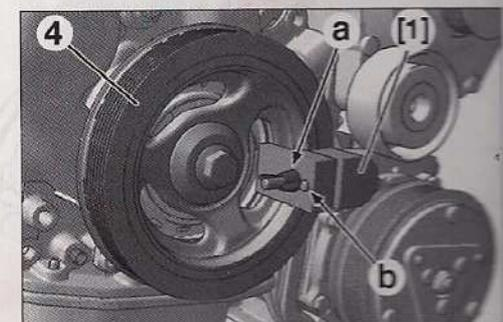

FIG. 13
- Colocar el útil [1] (Fig.13) en la polea (4).
- Procurar que el tetón de centrado (b) (Fig.13 y 14), esté correctamente insertado. La figura 14 representa en A el montaje visto en corte del dispositivo. Es obligatorio que el montaje del útil [1] sea correcto, so pena de deteriorar la correa irremediablemente.